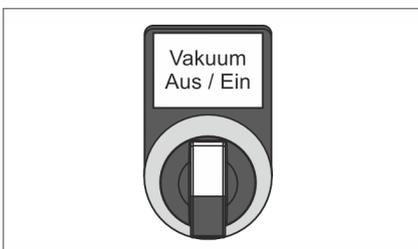

Abb. 40 Wahlschalter [Vakuum Aus/Ein]
03. Wenn die Flaschen vorevakuieren sollen, den Wahlschalter [Vakuum Aus/Ein] Abb. 40 in Stellung "Ein" drehen.